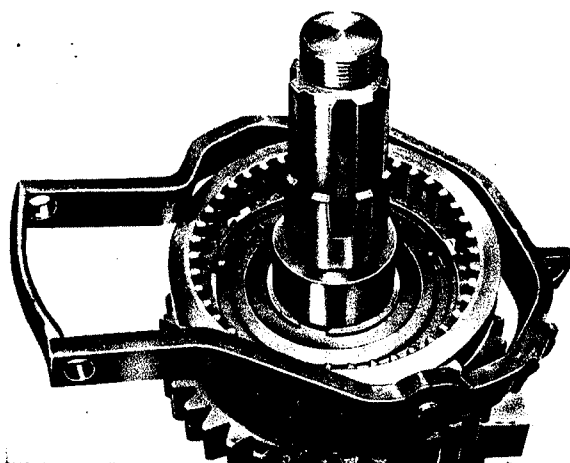

Fig. 28
8. Introduire les deux coulisseaux (607 et 608) dans la fourchette d'enclenchement (608 et/ou 607). Placer le manchon baladeur (427) dans la fourchette. Le côté étroit et lisse du manchon doit se trouver à côté des bossages pour les trous des coulisseaux (voir fig. 28).
Poser le manchon baladeur (427) sur le synchroniseur en faisant bien attention à ce que les axes à rotule viennent s'engager entre les dents fraisées les plus profondes (fig. 28). La partie lisse du manchon doit être orientée vers le haut.